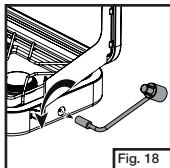

Fig. 18
- Détachez le détendeur du réchaud. (Fig. 18)